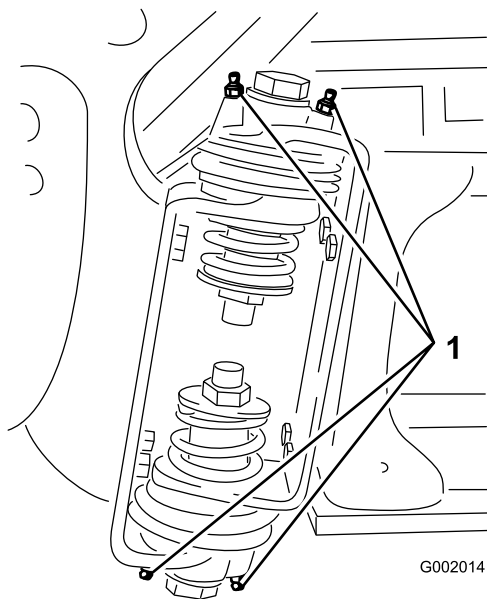

Bild 100
2. Pressen Sie Fett in die Lager oder Büchsen jedes Anschlussstückes Bild 100.